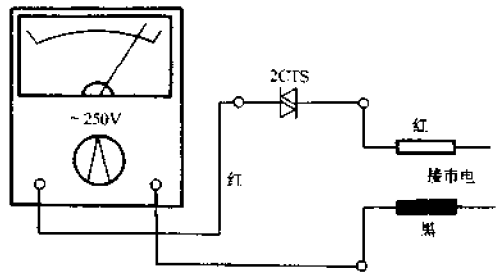

图 4-93 利用市电检测双向触发二极管
(1) 首先用万用表  $R \times 1k$  挡测量一下双向触发二极管的正向和反向电阻值, 以判断一下被测管子内部有无击穿短路现象。正常时, 所测阻值应为  $\infty$ 。
(2) 将万用表置于 AC 250V 挡, 检测一下市电电压值, 并以  $V_0$  表示, 记下此值。进行此步测量的目的主要是为了防止因市电电压不稳, 造成以下步骤中测试计算的误差。
(3) 按图 4-93 所示的电路连接。将被测双向触发二极管与万用表(置 AC250V 挡)串联后测量市电, 并将其值记为  $V_1$ , 然后对调双向触发二极管两引脚再串入电路测量一次市电, 并将其值记为  $V_2$ 。则:  $V_{BO} = V_0 - V_1$